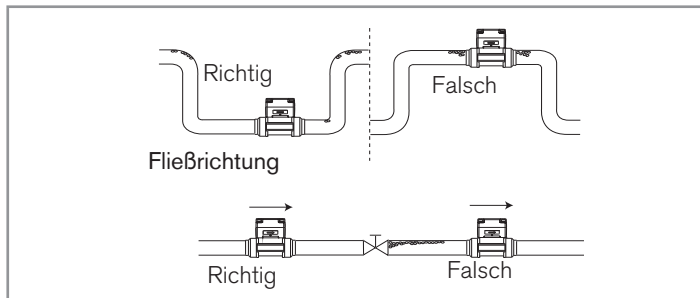

Bild 4: Luftblasen in der Rohrleitung
- Die Bildung von Luftblasen in der Rohrleitung am Gerät vermeiden (Bild 4).